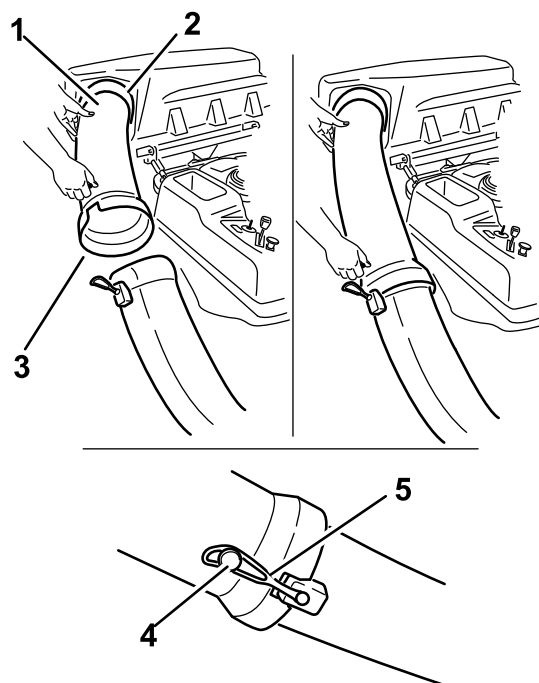

Figura 41
1. Introduzca el extremo curvo del tubo de descarga en el orificio de la tapa del ensacador (Figura 41).
2. Coloque el extremo abocinado del tubo de descarga sobre el extremo del conducto. Enganche la correa de goma del conducto alrededor de la clavija del tubo de descarga (Figura 41).